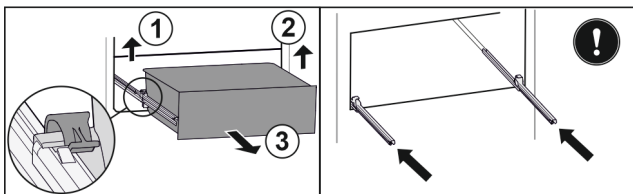

Fig. 84
- ▶ Повдигнете лявата скоба и едновременно с това изтеглете напред чекмеджето отляво. Fig. 84 (1)
- ▶ Повдигнете дясната скоба и едновременно с това изтеглете напред чекмеджето отдясно. Fig. 84 (2)
- ▶ Извадете чекмеджето напред. Fig. 84 (3)